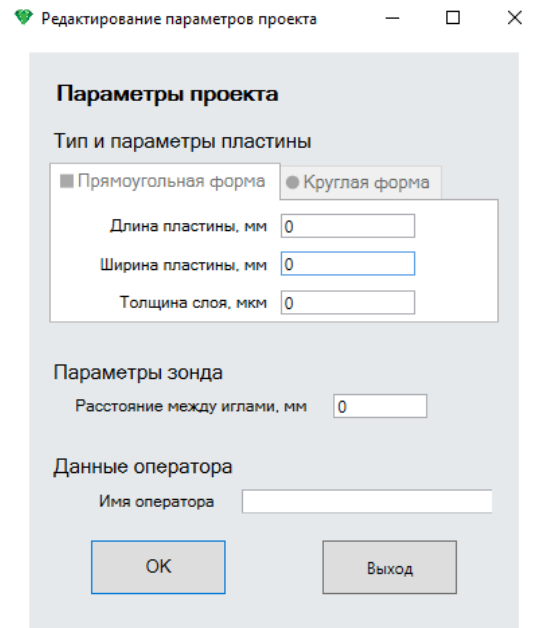

Рис.9
- *Изменить параметры объекта* – возможность изменить параметры объекта (длина, ширина, толщина, диаметр), параметры зонда (расстояние между иглами), данные оператора (имя оператора) в текущем проекте (Рис.9).